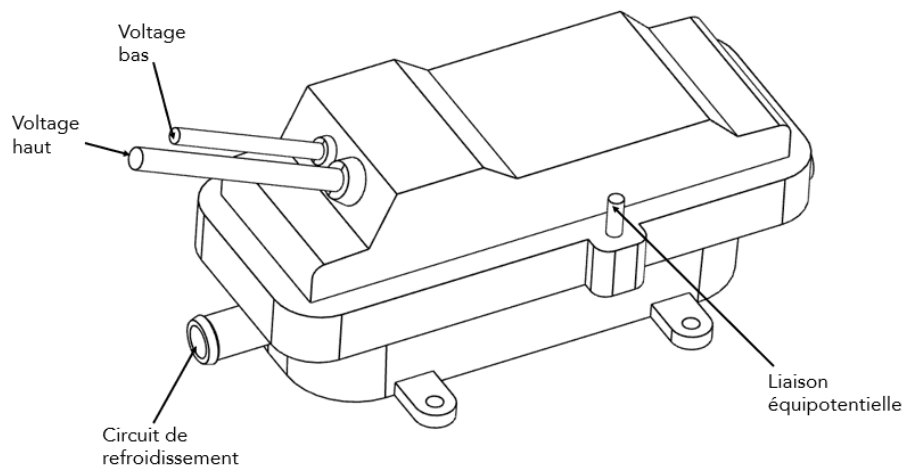

Figure 3 - Composants de l'unité de chauffage électrique
3. Inspectez l'unité de chauffage afin de s'assurer qu'elle n'est pas endommagée, qu'elle est correctement fixée et qu'elle ne présente aucun signe de fuite (figure 3).